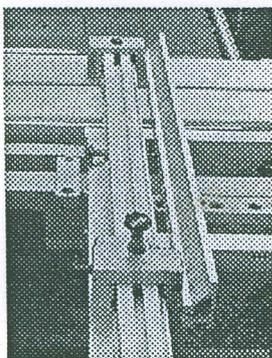

Bild 4.22
- Als durchgehender Anschlag kann der Kreissägelinealwinkel am Längenanschlag befestigt werden (Bild 4.22 und 4.23).
- Dazu den Ausziehansschlag ca. 50 cm herausziehen und den Bolzen des Klemmelements (siehe Detail Bild 4.24) durch die Bohrungen im Längenanschlag stecken. Der Klemmschuh wird in die Aufnahmenut des Linealwinkels geschoben, anschließend wird die Sternschraube des Klemmelements angezogen. Wird der Linealwinkel wie auf Bild 4.22 gezeigt befestigt, so muß die Distanzhülse des Klemmelements außen zwischen Längenanschlag und Sternschraube aufgesteckt werden.